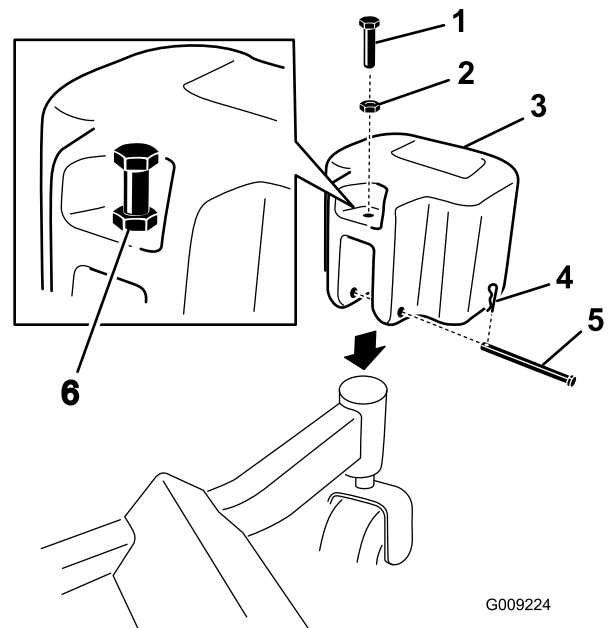

Figura 30
1. Montez les masses sur les roues pivotantes avant à l'aide d'un axe de chape et d'une goupille fendue (Figura 30).
2. Placez l'écrou ($\frac{3}{8}$ po) sur chaque boulon entièrement fileté ($\frac{3}{8}$ x $1\frac{3}{4}$ po) et insérez les boulons dans chaque masse (Figura 30).